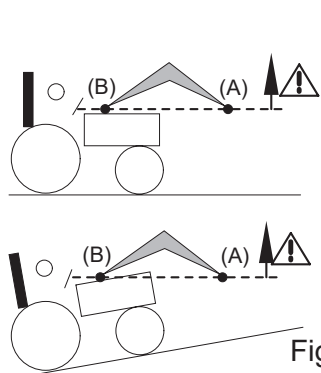

Fig. 2
- Durante a operação de levantamento e durante a deslocação, observar sempre a carga a partir do momento em que o ponto de rotação do implemento (A) ultrapassar a horizontal do ponto de rotação da pá carregadora (B) (consultar a fig. 2). Se for necessário, corrigir a posição do implemento para que a carga nunca fique direcionada para o condutor (consultar a fig. 3).
! PERIGO: Se a carga não estiver devidamente fixa, existe o perigo de queda da carga para o operador quando o ponto de rotação do implemento (A) ultrapassa a horizontal do ponto de rotação da pá carregadora (B) (consulte a Fig. 2).
PERIGO: É proibido escavar a pá carregadora quando o ponto de rotação do implemento (A) ultrapassar a horizontal do ponto de rotação da pá carregadora (B) (consulte a fig. 2).